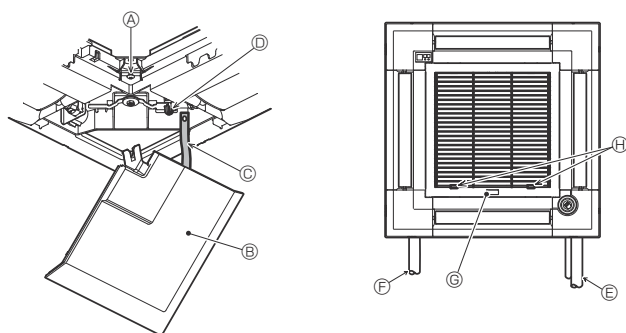

Fig. 9-12
9.5. Installation av insugsgrillen (Fig. 9-12)